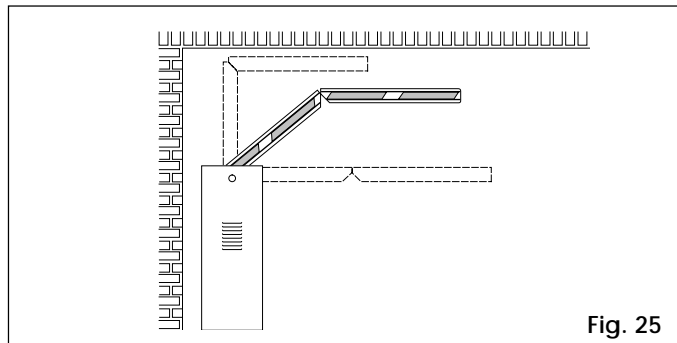

Fig. 25
**KIT ARTICOLAZIONE (Fig. 25 solo mod. 620)**